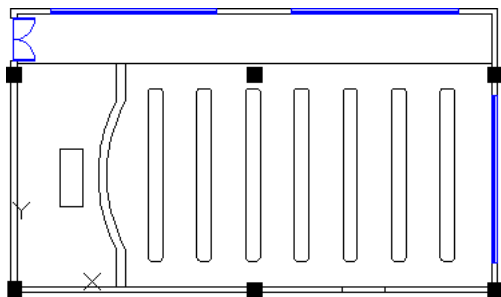

图 17.12.38 阵列草图
Step8. 阵列草图。选择下拉菜单 **修改(M)** → **阵列** → **矩形阵列** 命令，选取 Step7 创建的矩形为阵列对象，按 Enter 键结束选取，系统弹出“阵列创建”选项卡，在 **列** 区域的 **列数** 文本框中输入值 7，在 **间距** 文本框中输入值 1700，在 **行** 区域的 **行数** 文本框中输入值 1，单击 **确定** 按钮，完成阵列的创建，如图 17.12.38 所示。